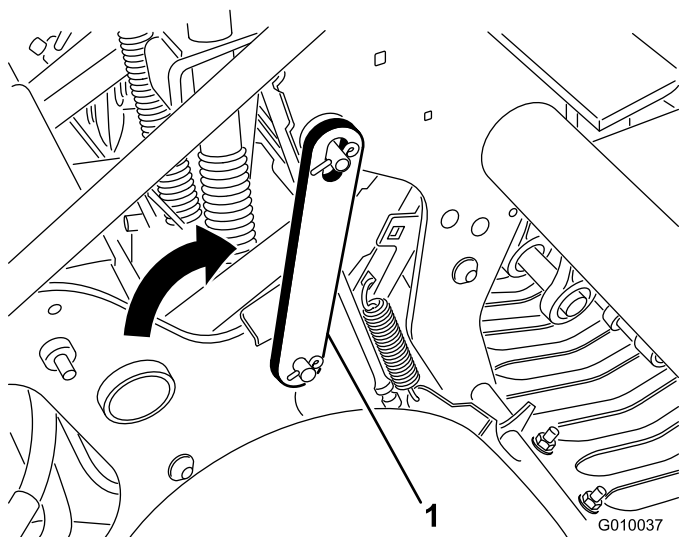

Figura 21
3. Gire el cerrojo de mantenimiento hacia atrás y sitúelo sobre el perno del cabezal de perforación (Figura 21). Sujételo con el anillo de retención.